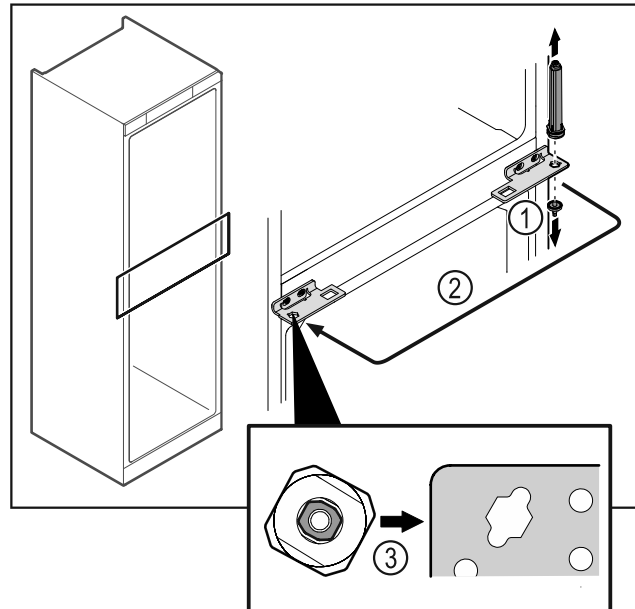

Fig. 49
- Irrota saranapultti Fig. 49 (1).
- Vaihda oven sulkuyksikkö Fig. 49 (2).
- Varmista asettaessa, että ovijärjestelmä Fig. 49 (3) suunnataan oikein.